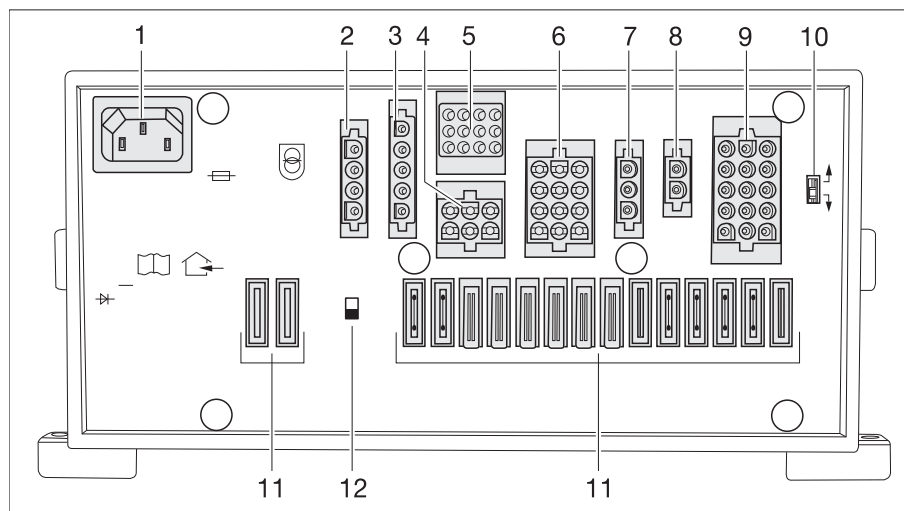

Bild 221 El-block (EBL 119)
- ▷ Batteribrytaren (Bild 221,12) skiljer alla förbrukare som är anslutna på el-blocket från 12 V-nätet.
- ▶ När batteriväljaren (Bild 221,10) är felaktigt inställd kan knallgas bildas. Explosionsrisk!
Med batteriväljaren (Bild 221,10) kan el-blockets laddningsmodul ställas in för fordonets bodelsbatteri ("bly-gel", "bly-syra" eller AGM).